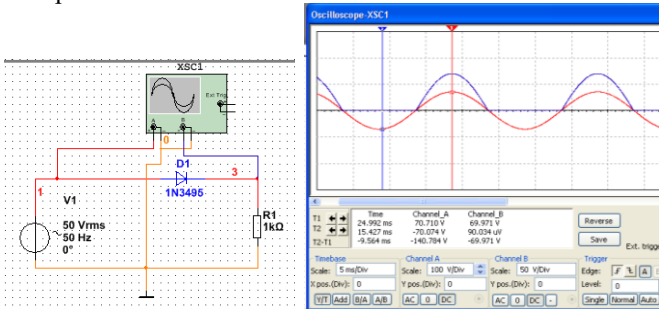

Рис. 28. Схема исследования однополупериодного выпрямителя и осциллограмма на нагрузке
1. Снять внешнюю характеристику однополупериодного выпрямителя $U_H = f(I_H)$ без сглаживающего фильтра при 4-х значениях сопротивления нагрузки. Провести исследование схемы в соответствии с рис. 28.